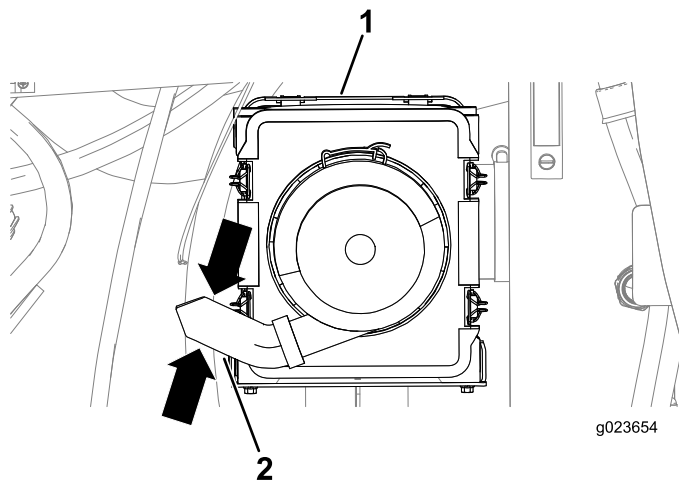

Figura 117
3. Aperte as laterais da válvula de descarga de poeira na tampa do purificador de ar para liberar eventual acúmulo de água, poeira ou sujeira da válvula. (Figura 117).